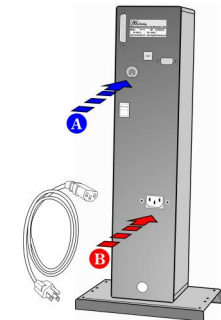

Figura 3 - Instalação do cabo de força e solenóides ao equipamento
- Conecte o cabo proveniente das solenóides no conector traseiro conforme indicado na Figura 3, referência **A**.
- Conecte o equipamento à rede elétrica utilizando o cabo de força incluso conforme indicado na Figura 3, referência **B**. O equipamento pode ser conectado a rede elétrica com tensão entre 90~240V_{AC}, 50~60Hz senoidal, sem necessidade de nenhum ajuste adicional. Certifique-se também que o equipamento está devidamente aterrado através do pino central do plug de força.